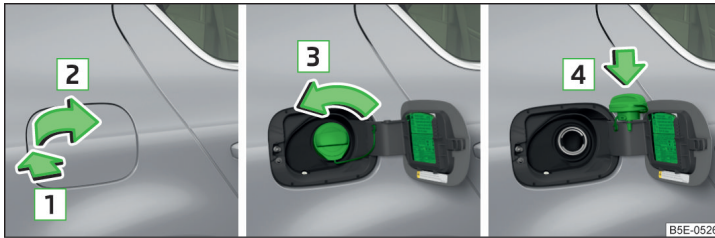

Abb. 309 Tankklappe aufklappen / Tankverschluss herausdrehen / Tankverschluss auf die Tankklappe stecken
- Auf die Tankklappe in Pfeilrichtung **1** drücken und diese in Pfeilrichtung **2** aufklappen » Abb. 309.